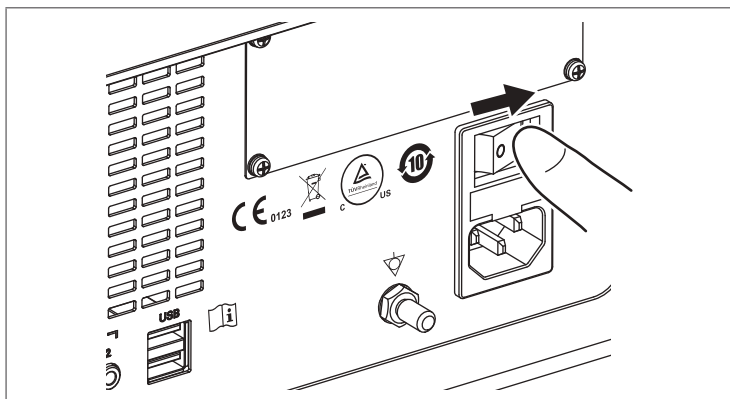

Figura 5.1
1. Porniți comutatorul de alimentare de pe panoul posterior (apăsând pe partea din dreapta a comutatorului), pentru a porni procesorul. (Figura 5.1)